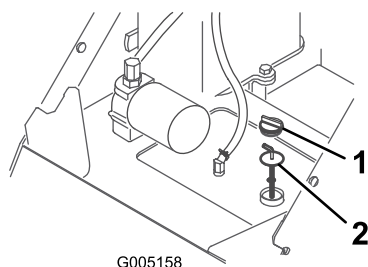

Figure 9
- Nettoyez la surface autour du goulot de remplissage du réservoir hydraulique (Figure 9).
- Enlevez le bouchon du goulot de remplissage et vérifiez le niveau de liquide sur la jauge (Figure 9).